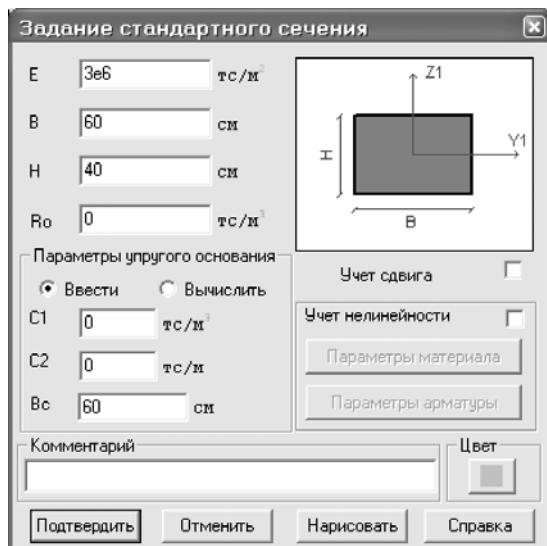

Рис.1.9. Диалоговое окно Задание
- В диалоговом окне **Задание стандартного сечения** задайте параметры сечения **Брус** (рис.1.9):